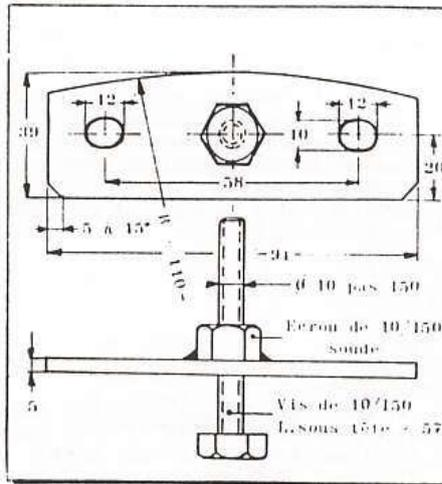

Figure 106. — Plan côté de l'outil permettant de repousser le piston de l'étrier arrière pour le montage des garnitures neuves
- Monter l'outil représenté figure 106 dans l'étrier arrière à la place de la garniture extérieure, l'extrémité de la vis appuyant au centre du piston et visser doucement jusqu'au moment où l'on sent une résistance.